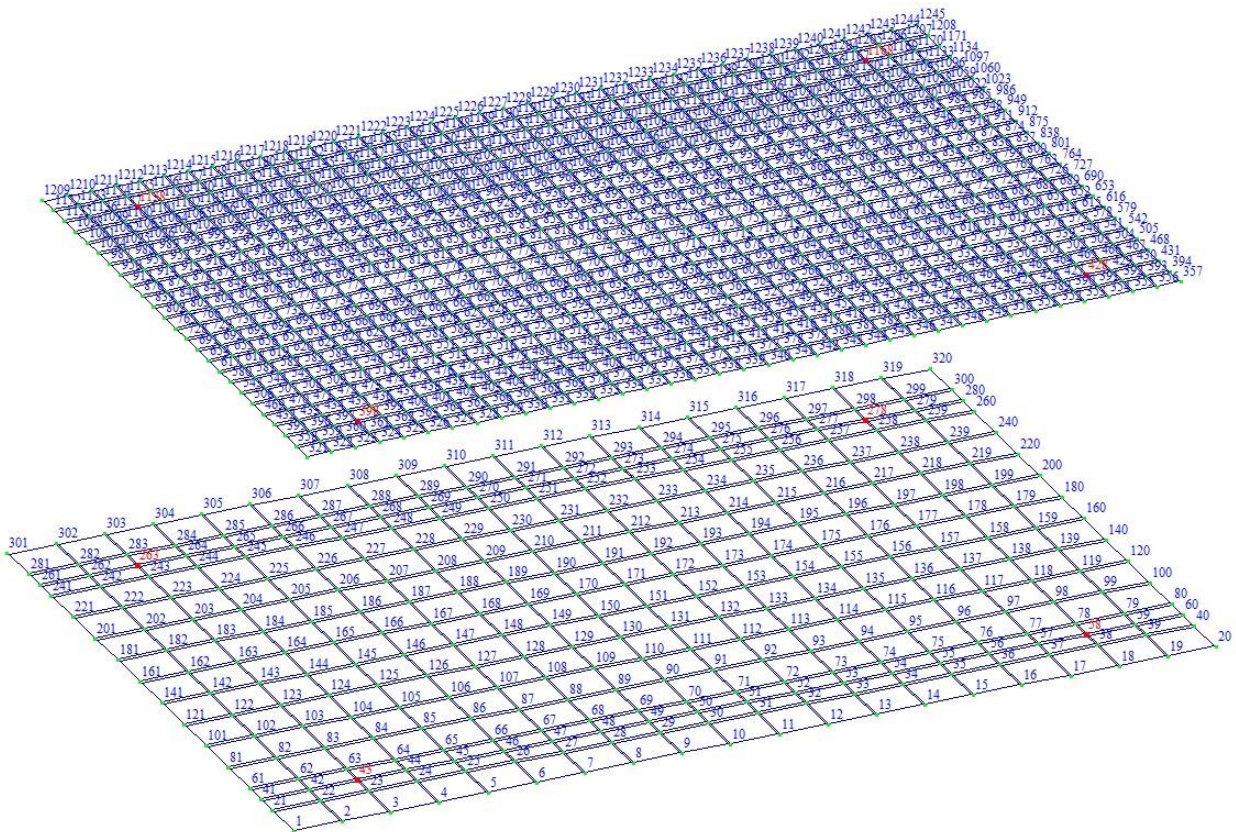

Рис. 9.7. Відмічені вузли № 43, 58, 263, 278, 398, 428, 1138, 1168
- Натиснувши на кнопку  – **ПоліФільтр** на панелі інструментів **Панель вибору** відкрийте діалогове вікно **ПоліФільтр** (рис. 9.7).